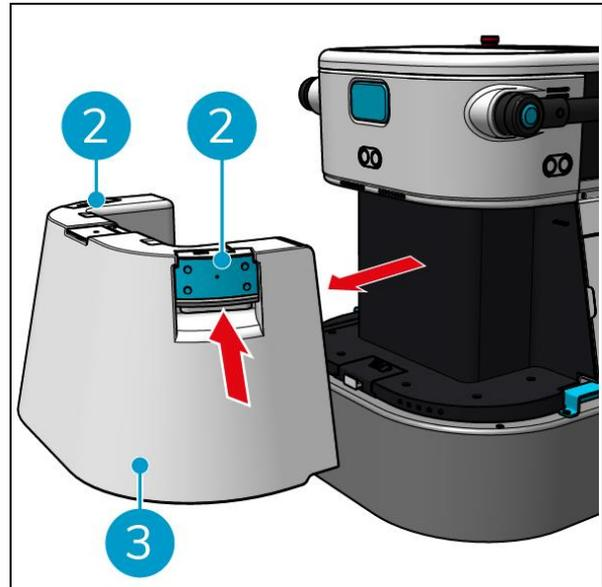

Figura 14
2. Utilice las asas azules (Figura 14 pos. 2) a ambos lados del depósito de agua limpia (Figura 14, pos. 3) para desbloquear y extraer el depósito de agua limpia.